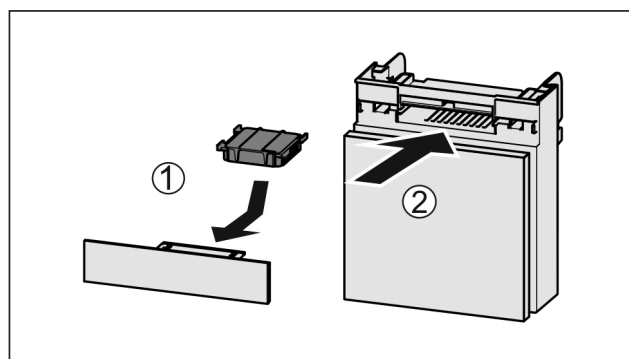

Fig. 53
- ▶ Insérer le filtre à charbon actif d'après le schéma Fig. 53 (1).
- ▶ Insérer le compartiment Fig. 53 (2).